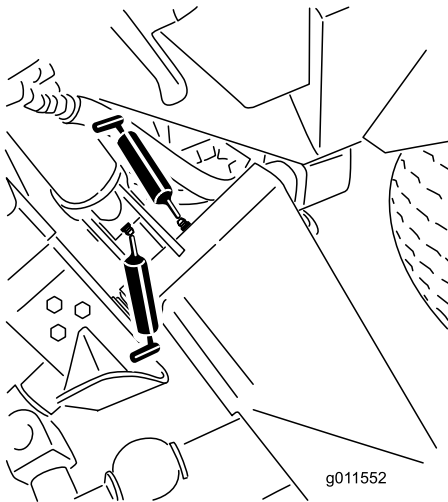
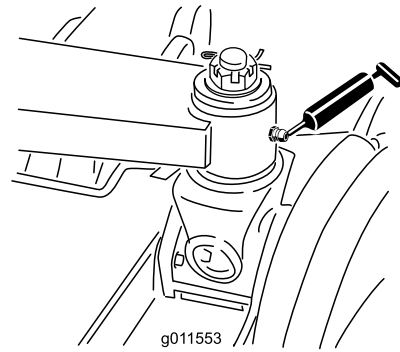

Figure 85
Figure 86
- 6 bagues de bras de levage principal (Figure 85 et Figure 86)